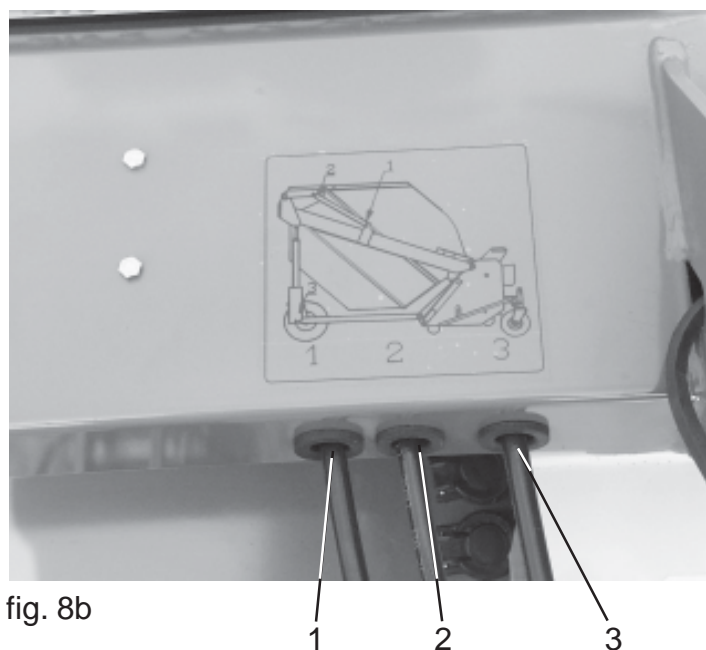

fig. 8b
4.4 Raccords hydrauliques (fig. 8b)